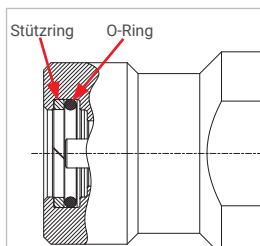

Abbildung 6
- ▶ Kontrollieren Sie vor dem Einsetzen des Nippelinsatzes (Pos. 7) die beiden Dichtelemente (O-Ring und Stützring, *Abbildung 6*) auf korrekte Einbaureihenfolge, richtigen Sitz und Beschädigung.